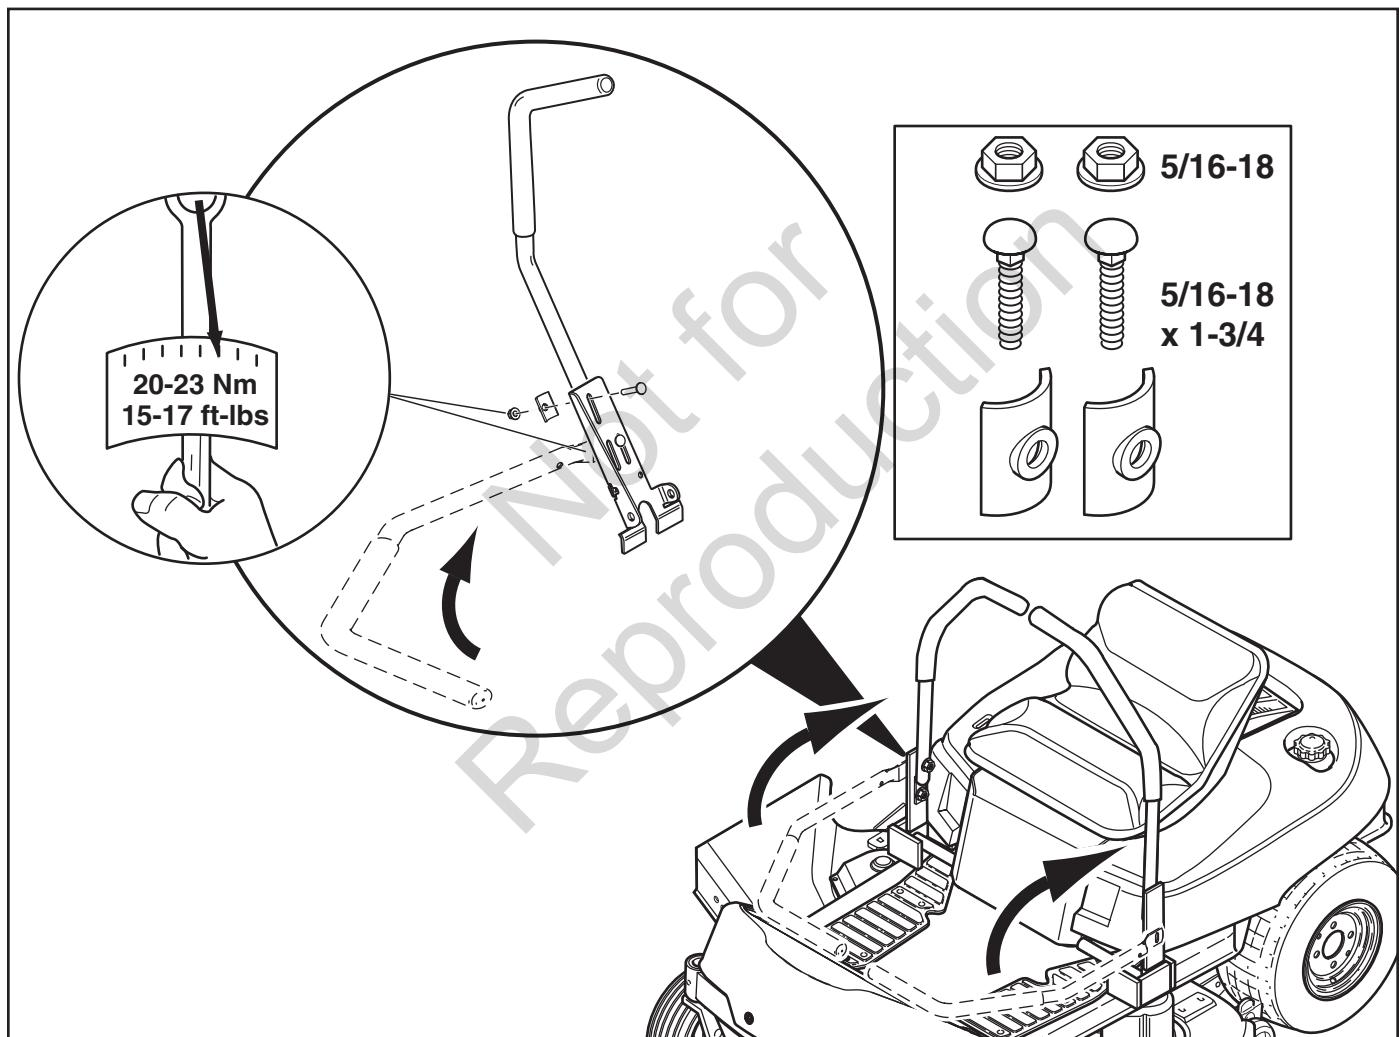

Figura 3. Montaje de las palancas de control de velocidad de desplazamiento
1. Aflojo (no retire) los herrajes que sujetan a las palancas de control de velocidad de desplazamiento a sus bases (vea la Figura 3).
3. Instale los herrajes como indica la Figura 3. Apriete a 20-23 Nm (15-17 lbs-pies).